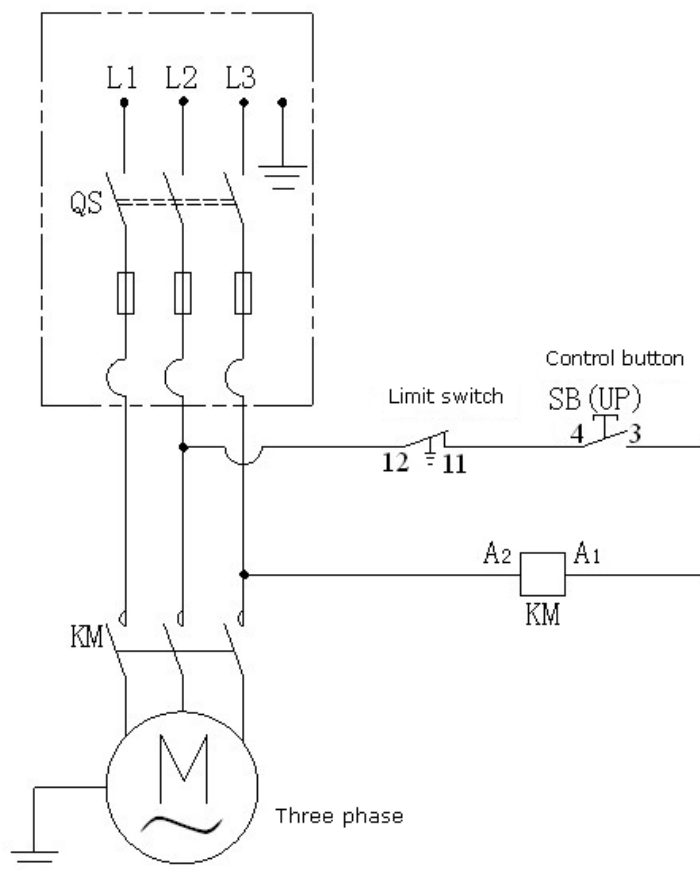

рис. 44
2. Электро диаграмма (см рис. 44)